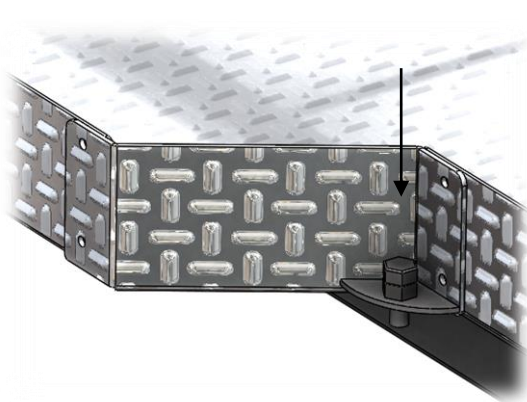
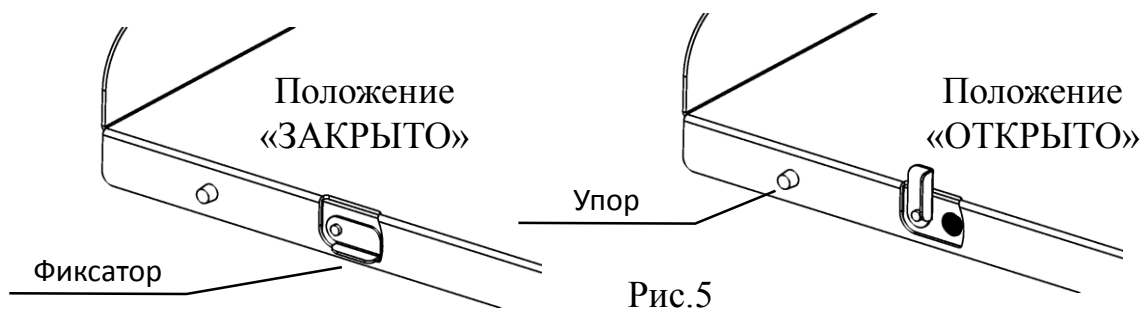

Рис.4
Рис.5
8. Отрегулировать резиновые упоры (вывернуть или завернуть рукой) таким образом, чтобы они упирались в закрытый задний борт грузового отсека (рис.5). Ввернуть болты-ограничители. (рис.4). Закрыть задний борт. **ВНИМАНИЕ! Запрещена эксплуатация платформы с открытым задним бортом!**